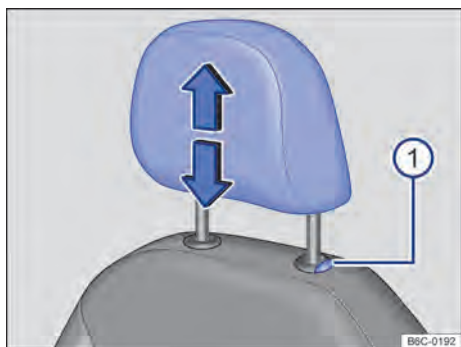
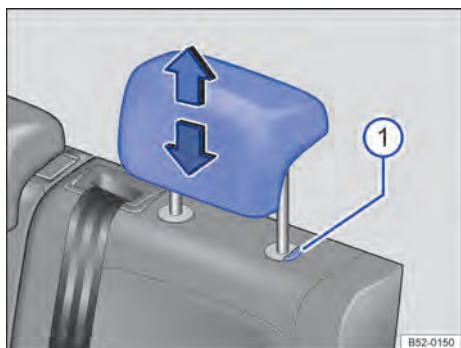

Fig. 66 Apoio para cabeça dianteiro: ajustar.
Fig. 67 Apoio para cabeça traseiros: ajustar.
- Deslocar o apoio para cabeça para cima ou para baixo na direção da seta com o botão → Fig. 66 ❶ ou → Fig. 67 ❶ pressionado → ⚠️ em *Introdução ao tema* na página 81.